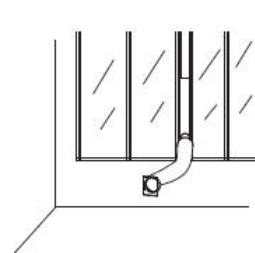

Abb. 8
9. Montieren Sie den Abluftschlauch, das Fenster-Kit und deren Zubehör ans Fenster gemäß der Abb.8